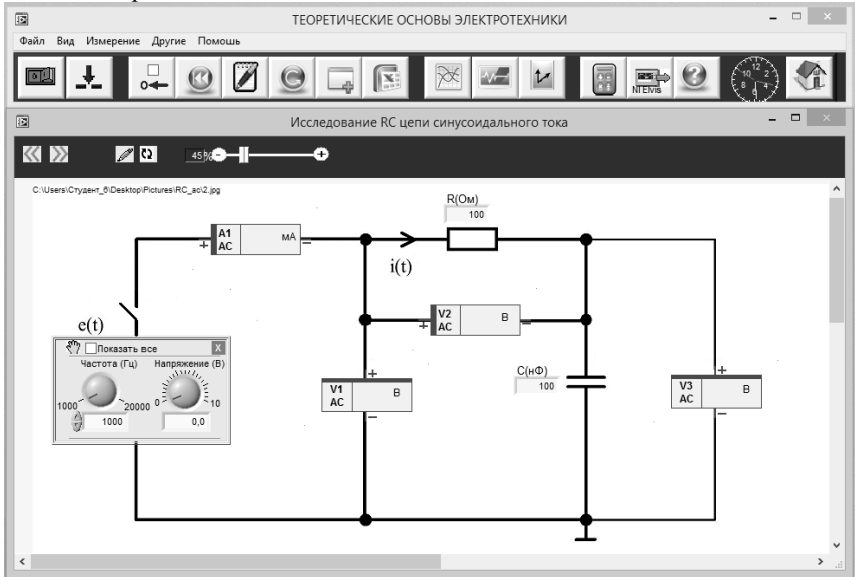

Рис. 16
4.5. Из главного меню выберите лабораторную работу **Исследование RC – цепи синусоидального тока**. Откроется заранее подготовленное изображение электрической схемы с размещенными на ней полями компонентов и приборов (рис.16).
4.5.1. Соберите на плате цепь в соответствии со схемой на рис.16. Установите номиналы сопротивления и емкости в соответствии с заданным преподавателем вариантом.